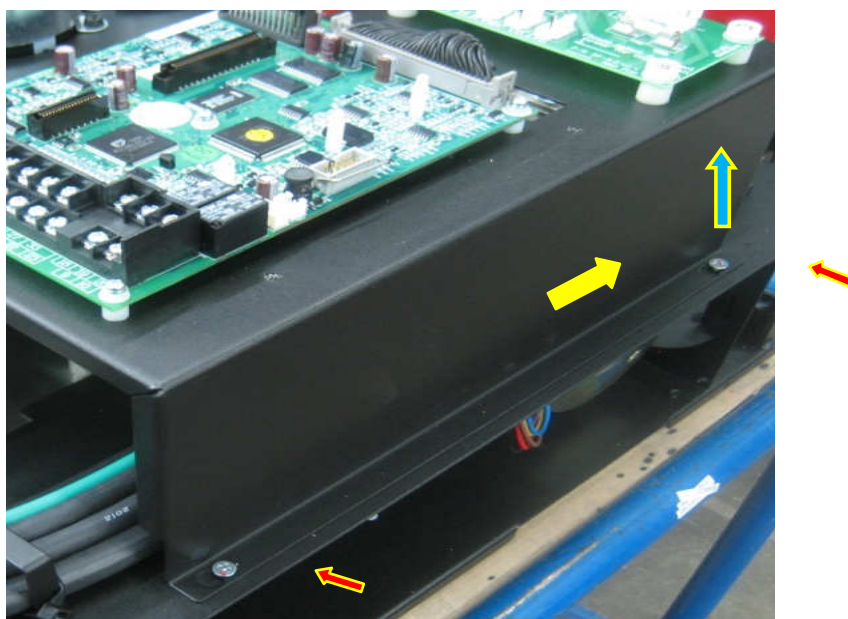

Рис. 6.20.
6.11.5. Отвернуть на два оборота каждый из четырех винтов крепления блока конденсаторов к основанию корпуса (рис. 6.20, красные стрелки. Показаны винты только с одной стороны), сдвинуть блок конденсаторов в направлении входных диодно-тиристорных модулей (по желтой стрелке), и потянув вверх (синяя стрелка), демонтировать.